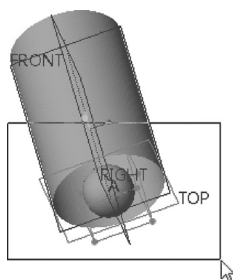
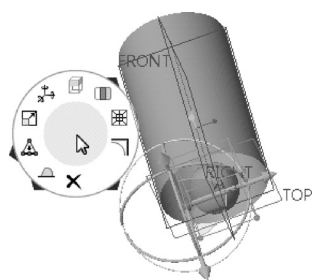

图 7-25 框选所有网格元素
图 7-26 打开圆形菜单
4) 围绕该球面指定两个角点以拖出一个方框来选择球面所有网格元素，如图 7-25 所示。接着在图形窗口的空白区域处右击，打开圆形菜单，如图 7-26 所示。从圆形菜单中单击（缩放）按钮以缩放网格元素，此时拖动器变为 3D 缩放控制滑块，并且在选择内容周围保留一个边界框。